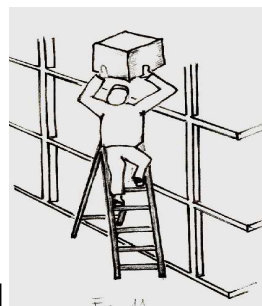

Fig.11
- non prevedere attività che comportino il trasporto di materiali pesanti od ingombranti che compromettano una presa sicura (Fig. 11) ;